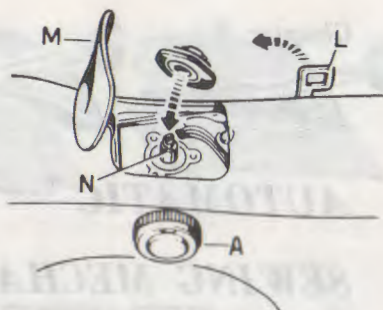

Fig. 63
- Move lever «L» (Fig. 63) to the left.
- Move lever «L» (Fig. 63) to the left, open lid «M» and remove cam group from driving pin.